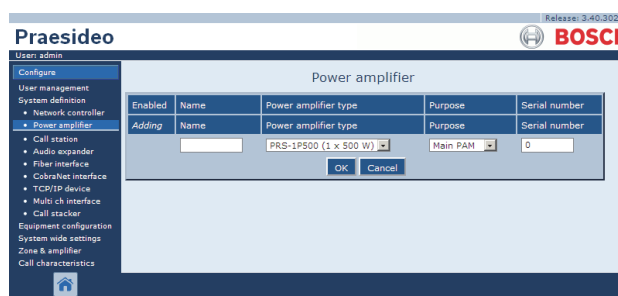

figura 43.5: Adicionar um amplificador de potência, passo 2
- 2 Clique no botão *Add* para adicionar um novo amplificador de potência ao sistema. Aparece um ecrã semelhante ao da figura 43.5 na moldura principal da interface da Web.